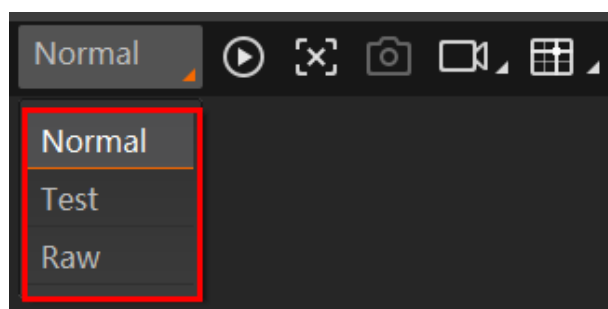

图3-8 运行模式设置
3. 通过“预览窗口”区域左上角下拉选择设备的运行模式，如图 3-8 所示。运行模式分为 Test、Normal 和 Raw 共 3 种，具体介绍请见 4.2 运行模式章节。